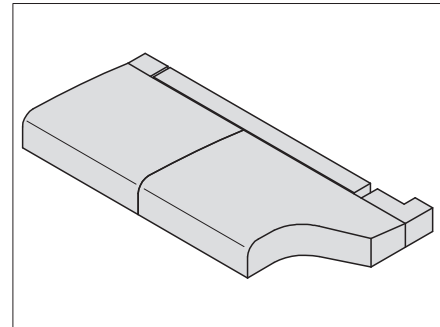
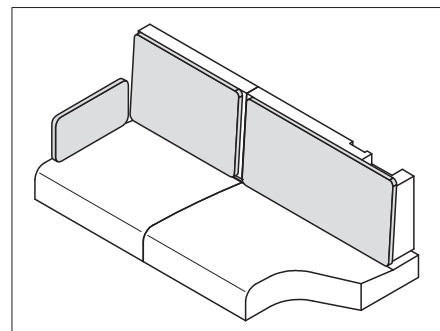

Fig. 200 Positionner les supports de siège
Fig. 202 Coussins pour supports de dossier
- Placer les coussins d'assise, de dossier et supplémentaire comme montré dans Fig. 200 à Fig. 202.